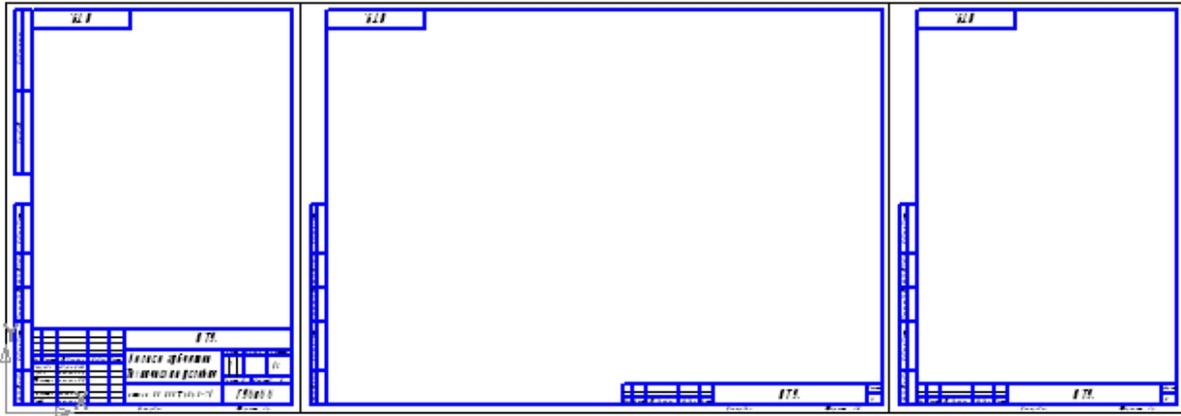

Рисунок 75. Многолистовой чертеж.
6. Закройте *Менеджер документа*, нажав кнопку *OK*, чтобы принять все изменения. Текущий документ должен принять вид, показанный на рис. 75.